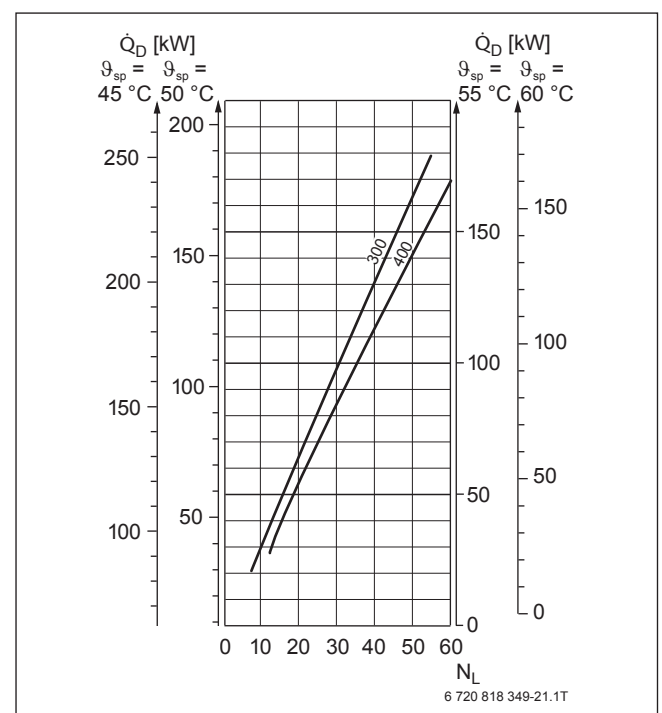

Bild 99 Speicherladesysteme Logalux SF300/5 und SF400/5 bei durchlaufender Schichtladepumpe
- **Durchlaufende** Schichtladepumpe → Bild 99, z. B. bei Anschluss einer bauseitig zu stellenden Schaltuhr